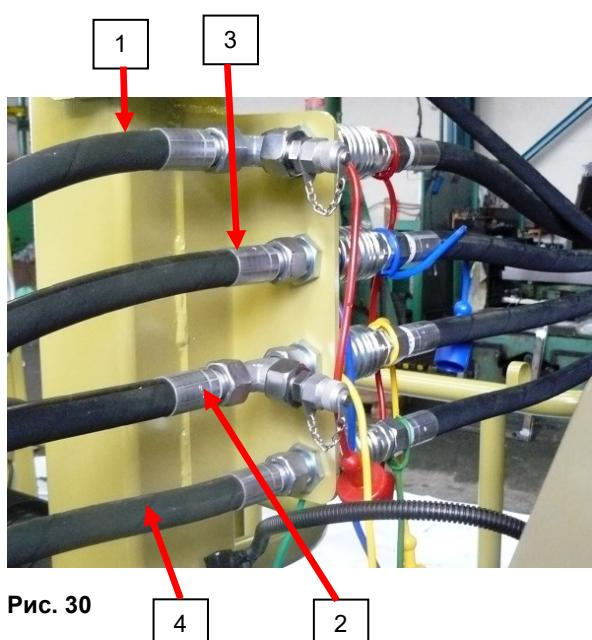

Рис. 30
При разборке лопастного питателя или лопастного питателя и вальцовой мельницы необходимо отсоединить гидравлические шланги – см. **Рис. 30**. Из распределителя напорная линия ведёт к первому гидравлическому двигателю через муфту с красным колпачком – **Рис. 30** (1), а вторая напорная линия ведёт ко второму гидравлическому двигателю через муфту с жёлтым колпачком – **Рис. 30** (2). По отводящей линии из первого гидравлического двигателя масло подаётся к распределителю через муфту с синим колпачком – **Рис. 30** (3), а из второго гидравлического двигателя – через муфту с зелёным колпачком – **Рис. 30** (4).